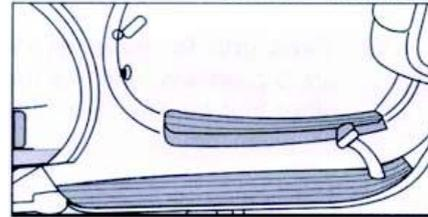

Abb. 26
5.1 **Fußbremse:** Die durch den Fuß betätigte Bremse ist am Hinterrad wirksam. Betätigen Sie das Bremspedal im Fußraum um zu Bremsen. Der Bremsweg des Fahrzeuges ist von der gefahrenen Geschwindigkeit und des Gewichtes des Fahrzeuges abhängig. (Abb. 26)